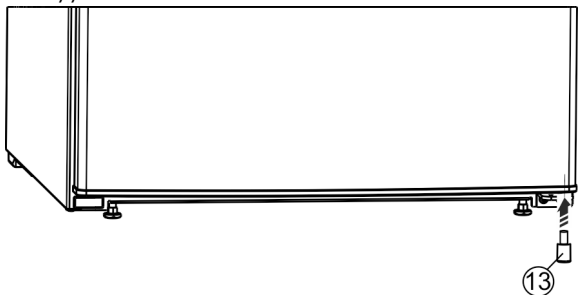

Fig. 26 *
- ▶ Aseta välikeosa Fig. 26 (13) takaisin oveen alas oikealle, koska se on tärkeä osa laitteen vakavuudelle.*